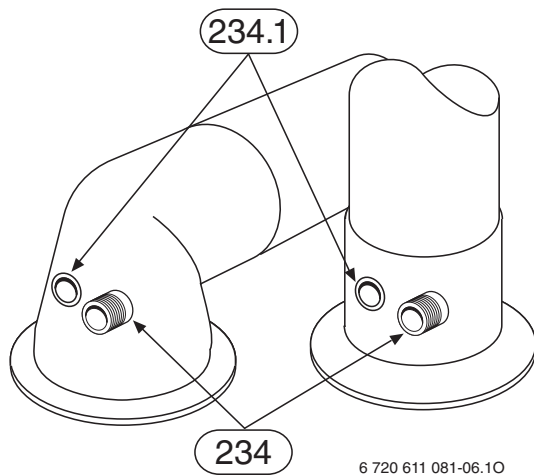

Fig. 80 Analisi di combustione
3. Operazione su sistema concentrico (orizz o vert./ Fig. 80)
- Rimuovere il tappo dei gas combusti presso la presa di analisi combustione (234).